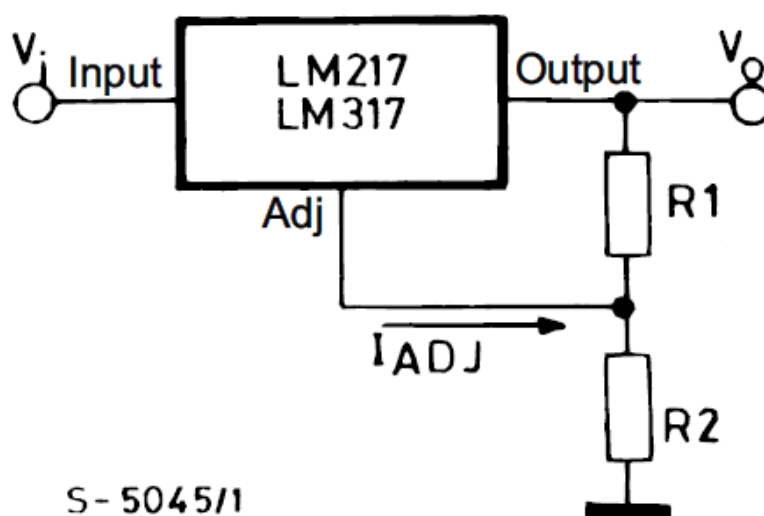

Рисунок 1. Стабилизатор напряжения LM317T
- Типовое упрощенное включение микросхемы LM317T (LM317) в режиме стабилизации **напряжения** представлено на рис. 1 (спецификация производителя):